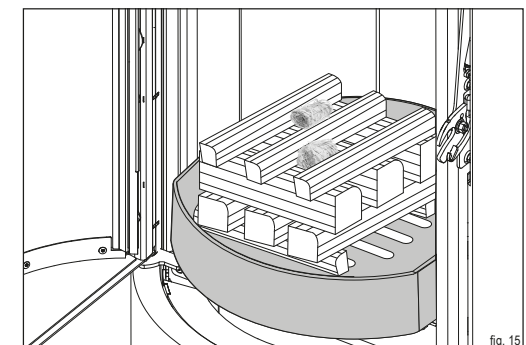

fig. 15
- Collocare i ceppi di legno al centro della griglia in ghisa nella camera di combustione (fig. 15):
- collocare i primi 2 (2) in obliquo rispetto alla lastra della camera di combustione in corrispondenza dell'estremità anteriore e posteriore della fessura della graticola
- collocare i 3 seguenti (1) seguendo la lunghezza della lastra della camera di combustione sui primi due pezzi
- i seguenti 3 (4) in senso longitudinale sopra di essi
- i seguenti 3 (2) in senso longitudinale sopra di essi
- gli ausili accendifuoco (6) al centro tra i due ceppi di legno superiori